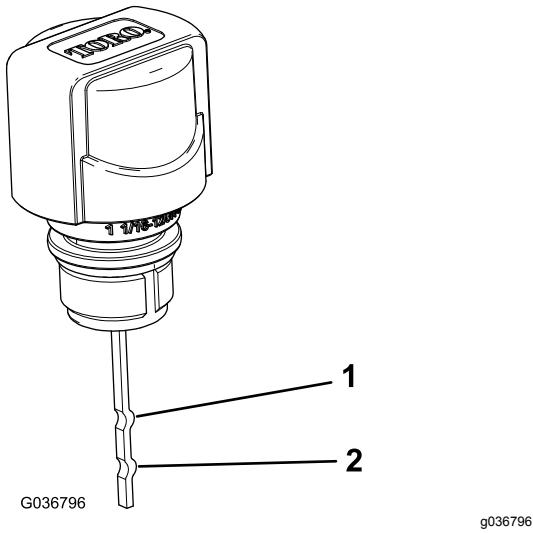

Figura 21
**Nota:** O nível de fluido deve ficar entre as duas marcas de limite superior e inferior da vareta (Figura 21).